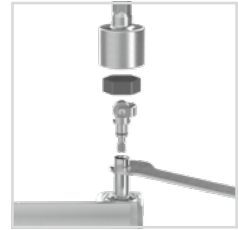

fig. 49
- 2 Maintenez une clé à fourche de 6,5 mm dans la fente du piston et desserrez l'ensemble de rouleau avec une douille de serrage de 13 mm avec adaptateur (fig. 49).